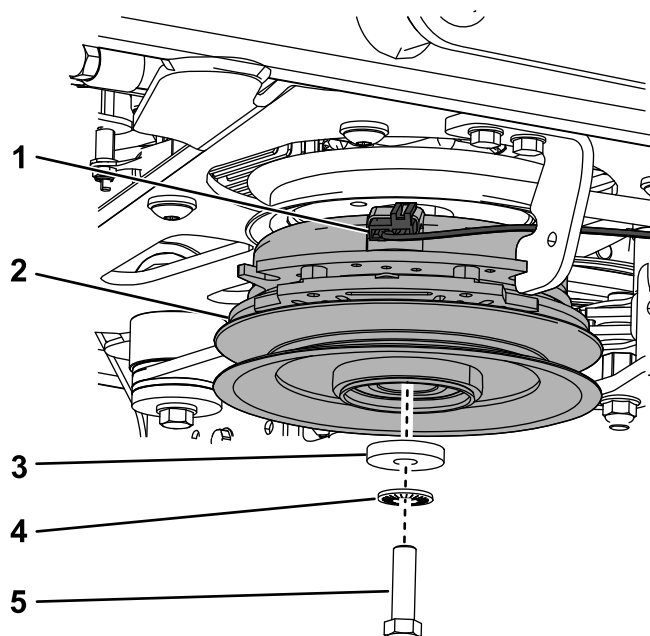

**Figure 94**
5. Retirez les 2 boulons, les 2 écrous et la rondelle qui fixent les pattes de support du tablier aux plaques de levage des deux côtés du tablier de coupe (Figure 93 et Figure 94).
**Remarque:** Pour les les tabliers de 132 cm (52 po), montez les pattes de support avant à l'extérieur des bras de levage avant (Figure 93). Pour les les tabliers de 152 cm (60 po), montez les pattes de support avant à l'intérieur des bras de levage avant (Figure 94).